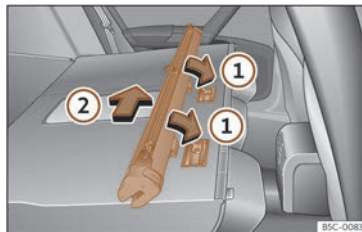

Fig. 193 Asamblarea plasei de separare în spătarele scaunelor din spate.
- Introduceți caseta cu plasa în fantele șinei, în direcția indicată de săgeți >>> **fig. 193** ①.
- Apăsati complet caseta către partea stângă a autovehiculului, în direcția indicată de săgeată >>> **fig. 193** ②.
- Scoateți caseta cu plasa aproximativ 5 cm în direcția opusă celei indicate de săgeată >>> **fig. 193** ②.
- Scoateți caseta de pe șine, trăgând în direcția opusă celei indicate de săgeți >>> **fig. 193** ①.